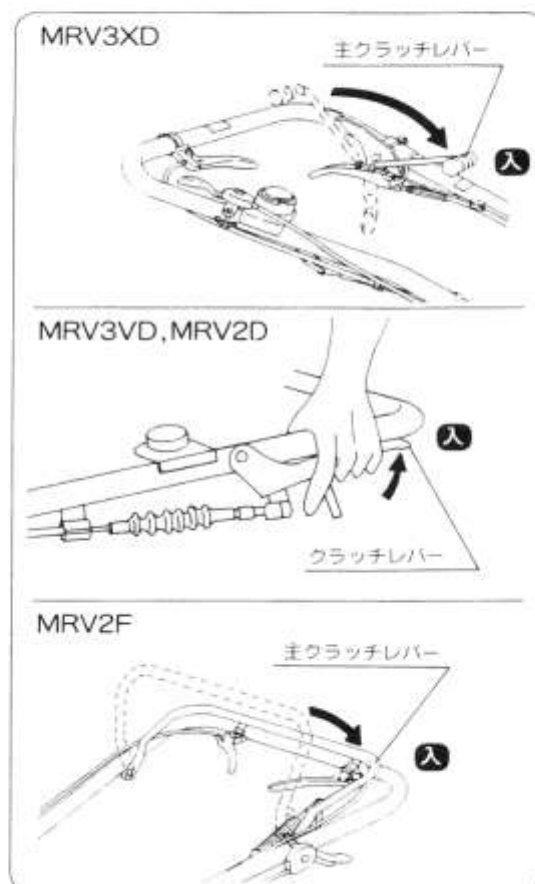

図10
③ 主クラッチレバーをゆっくり「入」の位置にします。(図10)